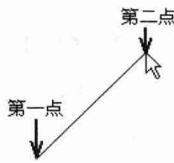
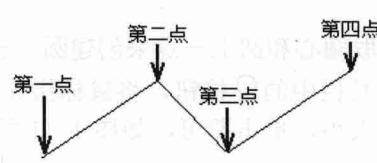

图 1-4 创建直线
图 1-5 直线链
(1) 创建两点线：在两点之间创建一条直线。单击草绘工具栏中的按钮，然后在草绘区域选择起始点和终止点，单击鼠标中键，结束此线段的绘制，继续以其他的点为起始点绘制线段，双击鼠标中键退出绘制直线命令，如图 1-4 所示。当然也可以创建连续的直线作为一个链，如图 1-5 所示。